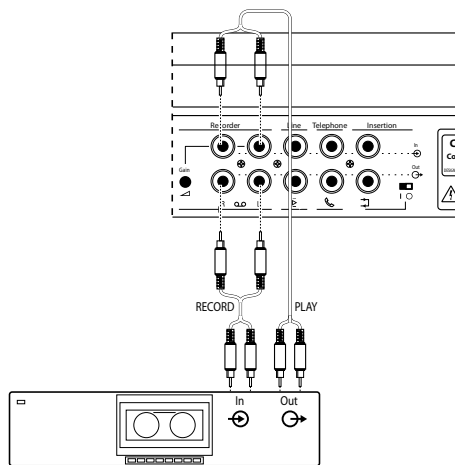

Fig.5
Il collegamento di un registratore (fig.5) si effettua mediante l'ingresso e l'uscita RCA (9) posti sul pannello posteriore dell'unità di controllo. Usare il relativo controllo GAIN dell'unità centrale per regolare la sensibilità dell'entrata del registratore.
The connection of the cabling of the tape recorder is possible through the recorder input and output connector (9) on the rear panel of the Central Unit (fig.5). Use the GAIN control of the recorder input of the Central Unit to adjust the sensitivity.